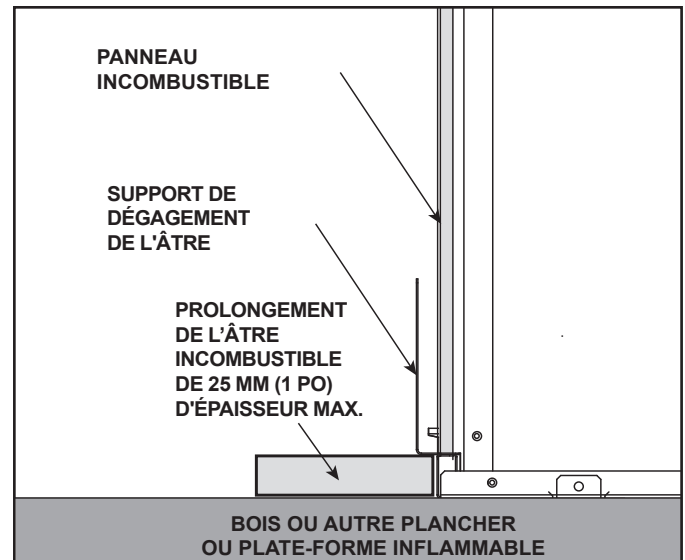

Figure 3.9 Appareil installé sur une surface inflammable
- La base du foyer peut reposer sur une surface inflammable. Voir la figure 3.9. La zone avant de l'appareil doit être protégée par un prolongement de l'âtre incombustible, sauf si l'appareil est surélevé d'au moins 76 mm (3 po) au-dessus du plancher ou de l'âtre inflammable. Voir les figures 3.9 et 3.10.
- Si un âtre plus épais que 25 mm (1 po) est désiré, l'appareil doit être surélevé d'une hauteur équivalente afin d'assurer que le prolongement de l'âtre n'interfère pas avec l'installation du panneau de verre fixe nécessaire à l'utilisation du foyer. Voir la figure 3.9.